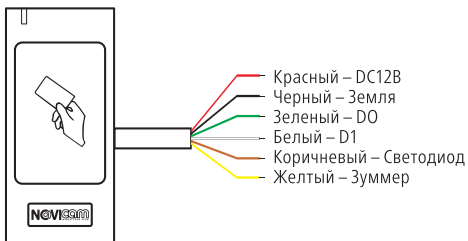

Рис. 2 Подключение ER22W | MR22W
**3.2** Установка ER22W | MR22W. Снимите заднюю крышку с устройства, удалив фиксирующий винт ключом. Просверлите в стене два отверстия для дюбелей и одно отверстие для кабеля. Вставьте прилагаемые дюбеля в отверстия. Зафиксируйте заднюю крышку на стене 2-мя саморезами. Подключите устройство в соответствии со схемой на рис.2. Прикрепите устройство к крышке и зафиксируйте винтом.